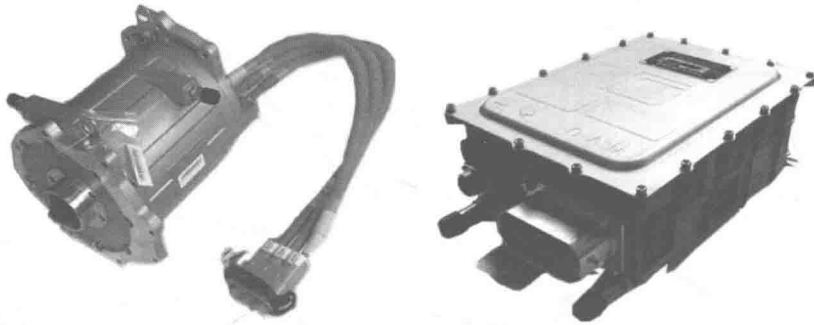

图 1-1-5 EV200 驱动电机和控制器
(2) 驱动电机和控制器。EV200 的驱动电机和控制器如图 1-1-5 所示。